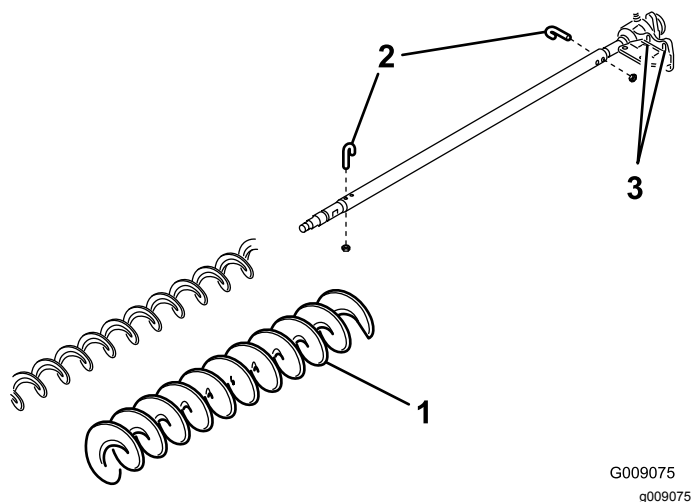

図 38
3. ボルトとナット各 2 を外す 図 38。
4. ブラシシャフトについている既存のブラシを抜き取る 図 38。
5. 駆動側ベアリングハウジングをベアリングハウジング取り付けブラケットに固定しているボルト各 2 本とワッシャおよびナットをゆるめる 図 38。
6. グルーマシャフトに高刈りブラシまたは HD ブラシを通す 図 38。
7. 先ほど外した J ボルトとナット各 2 を使って、ブラシをシャフトに固定する 図 38。